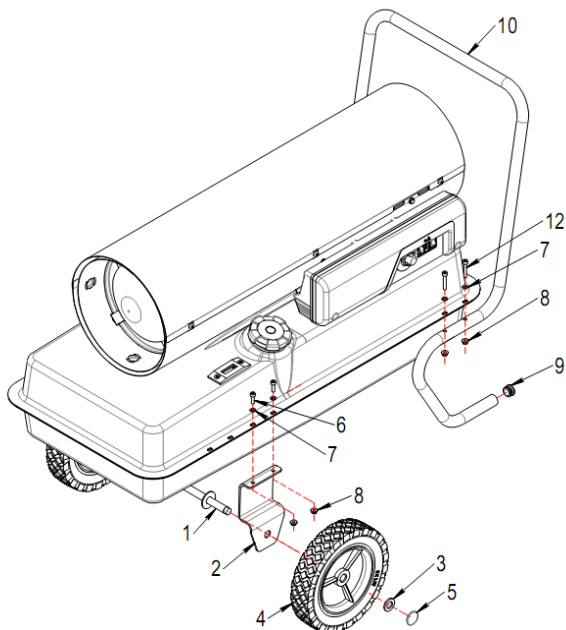

Fig. 2
Apparatet monteres på følgende måde (se fig. 2): Fastgør et af beslagene (2) til beholderen med skrue (6), spændskiverne (7) og møtrikkerne (8). Før akslen (1) gennem det fastgjorte beslag (2), fastgør det andet beslag (2) og før akslen gennem det andet beslag. Montér i rækkefølgen: Hjul (4), spændskiver (3) og fastgøringsringe (5). Slå forsigtigt på propperne for at fastgøre dem.